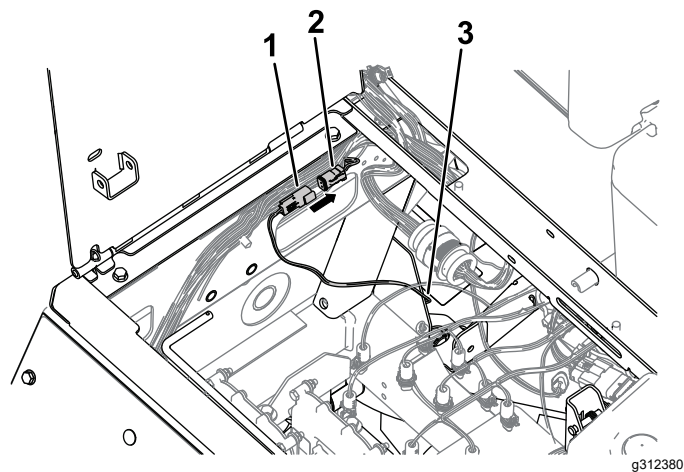

Figura 25
2. Conecte el conector libre en el arnés de cables del solenoide al conector del arnés de cables de la máquina debajo del asiento (Figura 25).